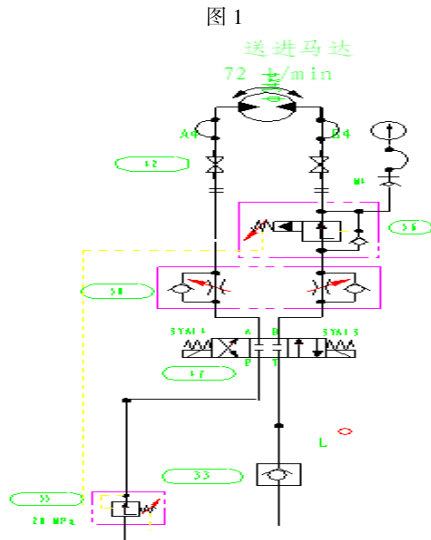

图 1
2.1 首先对可能影响小车回退速度因素进行分析。根据液压原理图 1 可见, 在小车前进和后对的油路上只有 4 组阀, 试机过程中压力都正常。前进时通过减压阀压力为 6~7MPa, 回退压力在 12 MPa。有可能是单向节流阀速度调整不合适、油路回油不畅、液压马达故障。
液压原理图 1 中减压阀 55 和单向减压阀 56 在现场的标示和型号完全相同, 没有任何区别。由此判断, 是由于在以前检修时将带单向的减压阀换下来。安装上去的是不带单向的减压阀, 造成小车回退油管内的液压油不能顶开单向阀回油, 只能通过减压阀回油箱, 回油不畅, 液压马达旋转慢, 小车回退的动作随之减缓。